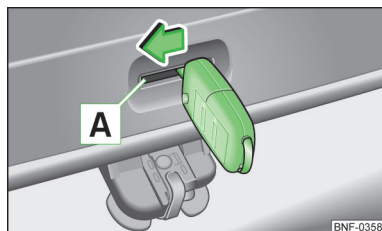

Fig. 122
- Skub bilnøglen helt ind i slidsen A » Fig. 122 i beklædningen.